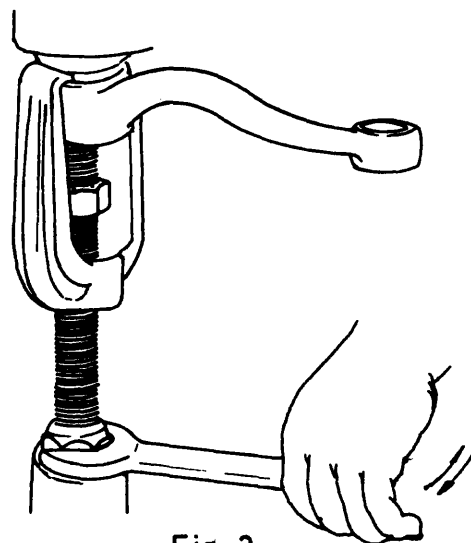

Fig. 3
- e Saque la tuerca del brazo pitman, instale el extractor y desmóntelo (fig. 3).